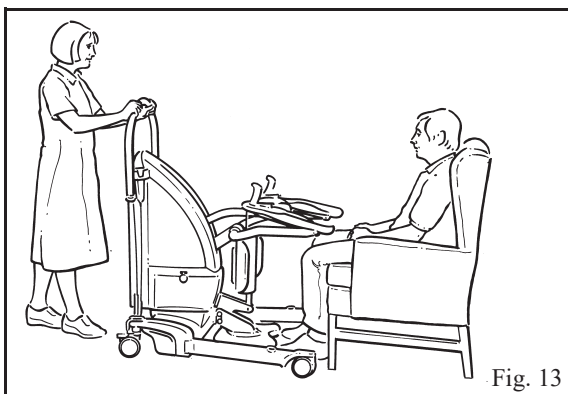

Fig. 13
3. Trill løfteren mot pasienten forfra, og stopp før fotstøtten og bentstøtten kommer i kontakt med pasienten. (Se Fig. 13)